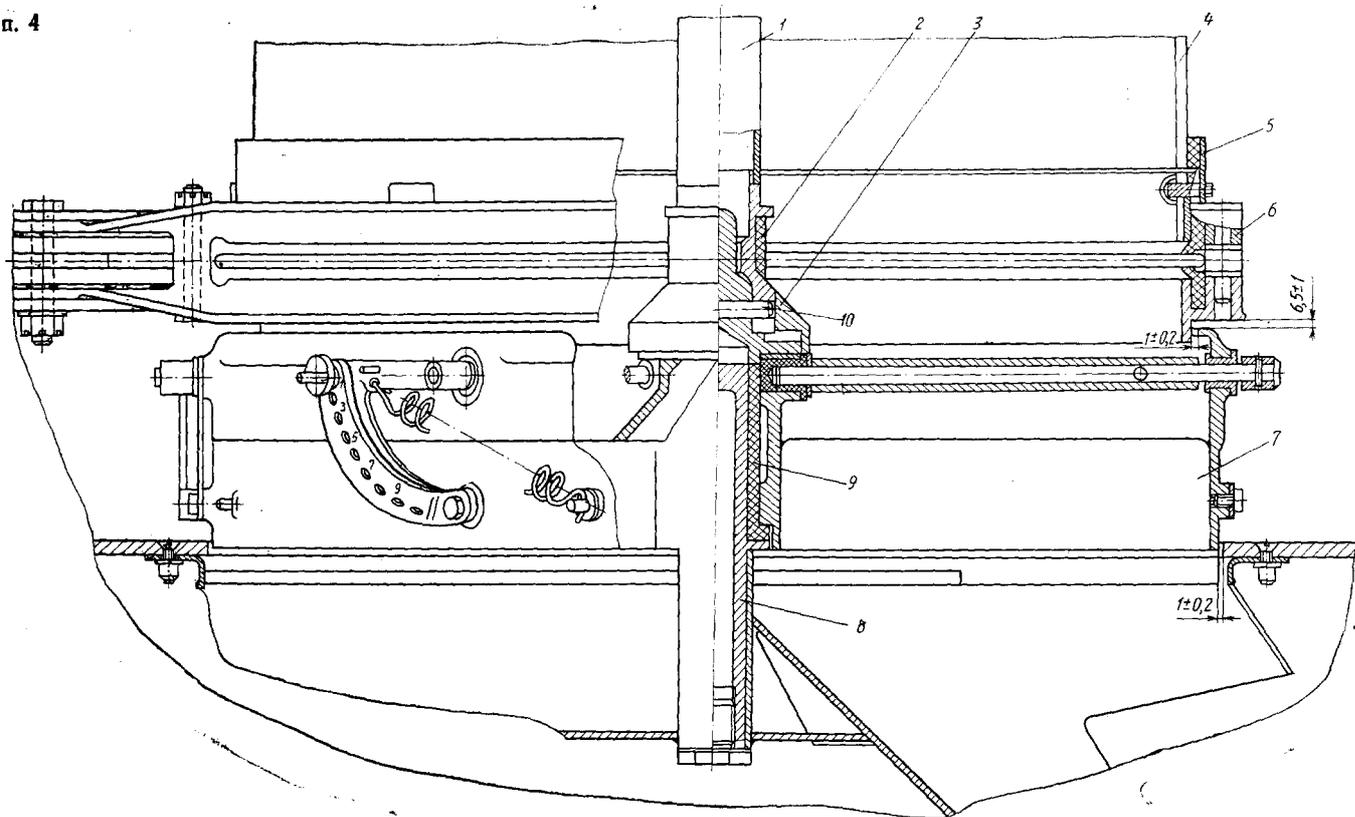
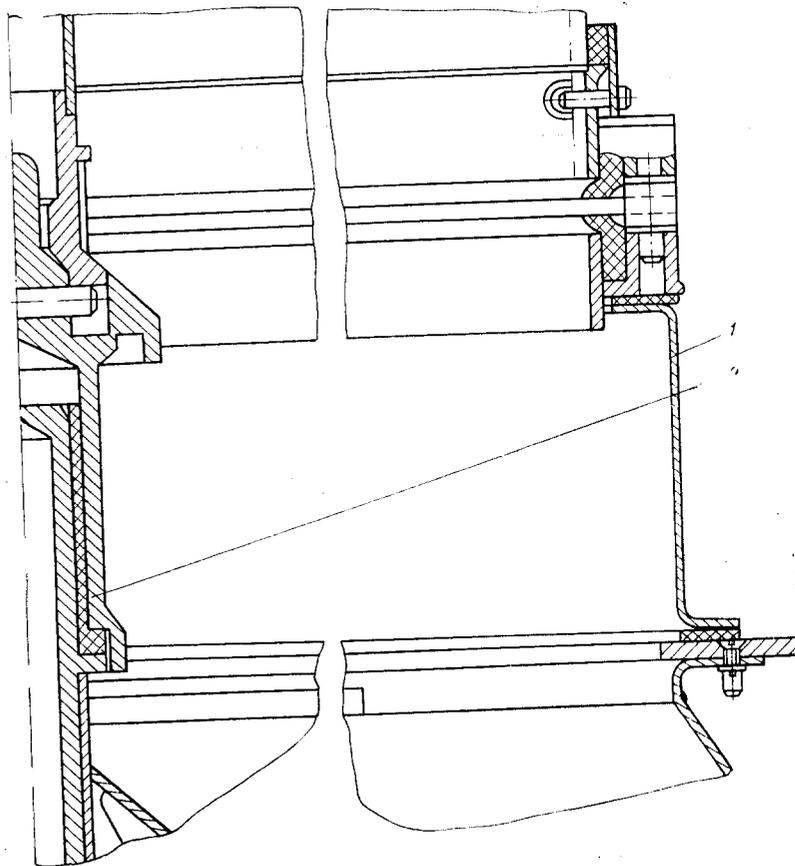
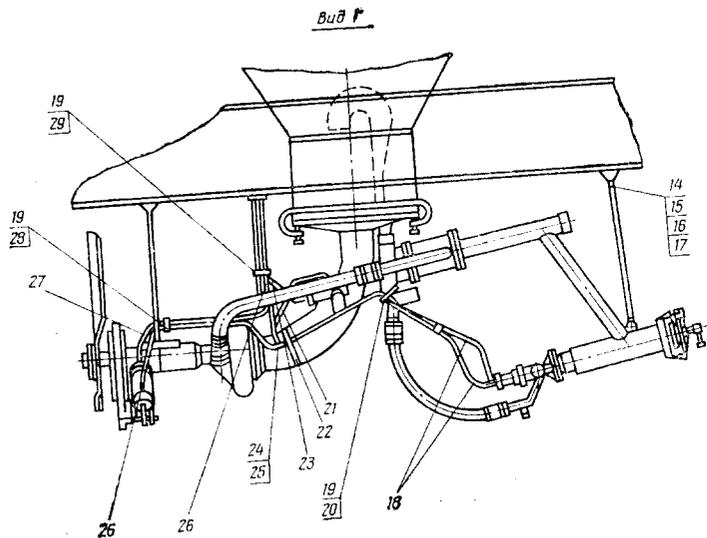

Рис. 52. Установка РТШ-1В с дозатором Ш76-5080:
Рис. 53. Установка распылителя РТШ-1Б
Рис. 51 (ТК № 43). Установка модифицированного опрыскивателя 2102.0272.000 (вып. 25):
| <p>(4) III. Установка аппаратуры опылителя РТШ-1Б</p> <p>1. Присоедините отражательный щиток к верхнему листу центральных каналов распылителя с помощью двух шомполов, предварительно смазав их смазкой ЦИАТИМ-201 или маслом К-17. Законтрите шомпольное соединение проволокой КО 0,8.</p> <p>2. Закрепите тяги подвески 4, 7, 14 и 18 (рис. 51) к туннельному распылителю и отражательному щитку, используя крепежные детали 8 (15), 9, 10, 11. Болтовые соединения предварительно смажьте смазкой ЦИАТИМ-201.</p> <p>3. Установите шиберный затвор 6 (рис. 52) на выпускную горловину сельхозбака и закрепите его хомутом 5. Выступы хомута должны войти в специальные отверстия на верхнем кольце затвора и на горловине сельхозбака. Затяните барашковую гайку стяжного винта хомута и законтрите ее проволокой КО 0,8.</p> <p>Пневмоцилиндр затвора должен находиться перед горловиной сельхозбака.</p> <p>Примечание. При дозировке удобрений шиберным затвором устанавливайте затвор пневмоцилиндром назад. В этом случае заслонки затвора должны быть доработаны вырезом, как указано в вып. 26, ТК № 3.5.</p> <p>4. Смажьте втулку в ступице дозатора смазкой ЦИАТИМ-201 и наденьте лепестковый дозатор 1 на опорный шип 8, установленный в центре фланца приемной горловины распылителя.</p> <p>При работе без лепесткового дозатора установите вместо него цилиндрический кожух 1 (рис. 53), а на шип в центре приемной горловины установите переходник 2, входящий в комплект аппаратуры.</p> <p>5. Установите в отверстие хвостовика ступицы дозатора (или переходника Ш76-5005) штифт 10 (см. рис. 52) и наденьте втулку 3, предохраняющую штифт от выпадания.</p> | | <p>Т</p> <p>Т</p> <p>Т</p> <p>Т</p> <p>Т</p> |
| <p>6. Установите распылитель под выпускной горловиной сельхозбака, приподнимите заднюю часть распылителя и соедините с помощью шпилек (морских болтов) 13 (см. рис. 51) три задние тяги 7 и 18 с кронштейнами 6 на фюзеляже (оси кронштейнов находятся на одной прямой, являющейся осью вращения распылителя, что облегчает установку распылителя на передние замки). Работу выполняйте вдвоем.</p> <p>Примечание. Стопорные шпильки должны устанавливаться свободно, без натяжения.</p> <p>7. Приподнимите переднюю часть распылителя, оттягивая и поворачивая ручки двух передних штыревых замков, установите их сначала в положение «Открыто», а после совмещения проушины кронштейнов 20 и вилки 23 в положение «ЗАКРЫТО». Проверьте фиксацию замков в положении «ЗАКРЫТО».</p> <p>8. Отрегулируйте длину трех вертикальных тяг и двух передних штыревых замков таким образом, чтобы дозатор был параллелен шиберному затвору, зазор между верхним торцом дозатора и нижним кольцом затвора был в пределах 5,5—7,5 мм (см. рис. 52), радиальный зазор между цилиндрическим пояском нижнего кольца затвора и дозатором был в пределах 0,8—1,2 мм, а расстояние от передней кромки воздухозаборника распылителя до задних подкосов шасси было не менее 10 мм.</p> <p>Затвор должен вращаться легко, без заеданий.</p> | <p>При трении дозатора о цилиндрический поясек затвора или при расстоянии от воздухозаборника распылителя до задних подкосов менее 10 мм произведите корректировку положения установки передних штыревых замков, для чего:</p> <ul style="list-style-type: none"> — ослабьте затяжку гаек крепления колонок замков к надстройке 3; — переместите замки в необходимое положение (за счет увеличенных отверстий в пластине надстройки), после чего | <p>Т</p> <p>Т</p> <p>Т</p> |
| <p>5. Проверьте герметичность пневмосистемы надува выносного бачка. Травление воздуха в соединениях системы не допускается.</p> <p>VI. Установка аппаратуры модифицированного опрыскивателя 2102.0272.000 (рис. 51).</p> <p>Примечание. Перед установкой опрыскивателя 2102.0272.000 убедитесь, что согласно технологической инструкции 2102.0272.000 ТИ с кронштейнов навески закрылков (по нервюрам № 2, 6, 10, 12 и 15) сняты по два болта, установлены кронштейны 4, закрепленные деталями крепления 1—3. Головки болтов и гайки должны быть покрыты грунтовкой АК-069 и эмалью ХВ-16 серого цвета.</p> <p>1. Закрепите стопорными шпильками 9 кронштейны 5 (с закрепленными на них подкосами 6) к кронштейнам 4 по нервюрам № 2, 6, 10, 12 крыла самолета, а кронштейны 13 (без подкосов) — к кронштейнам 4 по нервюрам № 15.</p> <p>Примечание. Подкосы 6 пока не закрепляйте стопорными шпильками к кронштейнам навески закрылков.</p> <p>2. Установите насосный агрегат 2102.0272.010 (2102.0272.300) на фланце выпускной горловины с/х бака, закрепите предварительно хомутом, установите линейку-измеритель объема заправляемых химикатов и проверьте герметичность соединения насосного агрегата с баком. Работу выполните аналогично работам, указанным в разд. 1 и 11 настоящей ТК.</p> | | <p>ние регулировочным винтом, проворачивая его отверткой;</p> <p>3) затяните контргайку, на вершине, законтрите и опломбируйте колпачок,</p> | <p>T</p> <p>T</p> |
| <p>Примечание. При установке модифицированного опрыскивателя все резьбовые и посадочные соединения смажьте тонким слоем смазки ЦИАТИМ-201.</p> <p>5. Установите на с/х бак герметизирующие крышки вместо загрузочных рукавов и дренажную трубку. Работу выполните согласно п. 8 и 9 разд. 1 настоящей ТК.</p> <p>6. Произведите проверку нумерации бортовых штуцеров согласно таблице, указанной на рис. 52.</p> | | <p>Т</p> <p>Т</p> |
| <p>Рис. 52 (ТК № 43), Пневмосхема управления модифицированным опрыскивателем 2102.0272.300 (вып. 25):</p> <p>1 — пневмоцилиндр управления тормозом; 2 — шланг Ш7612-50-5; 3 — шланг Ш7612-50-2; 4 — шланг Ш7612-50-3; 5 — пневмоцилиндр выпускного клапана; 6 — рукав 1—4—1—400; 7 — выпускной клапан; 8 — пневмоклапан 2102.0272.160; 9, 10 — рукав; 11 — бак для химикатов</p> | | |
| <p>7. Подсоедините шланги пневмосистемы от пневмоцилиндров насосного агрегата к бортовым штуцерам в соответствии со схемой, представленной на рис. 52. Зафиксируйте шланги между собой и к насосному агрегату лентами с кнопками (см. поз. 19, 29, 22 рис. 51) во избежание повреждения шлангов при работе с сельхозаппаратурой.</p> | | Т |